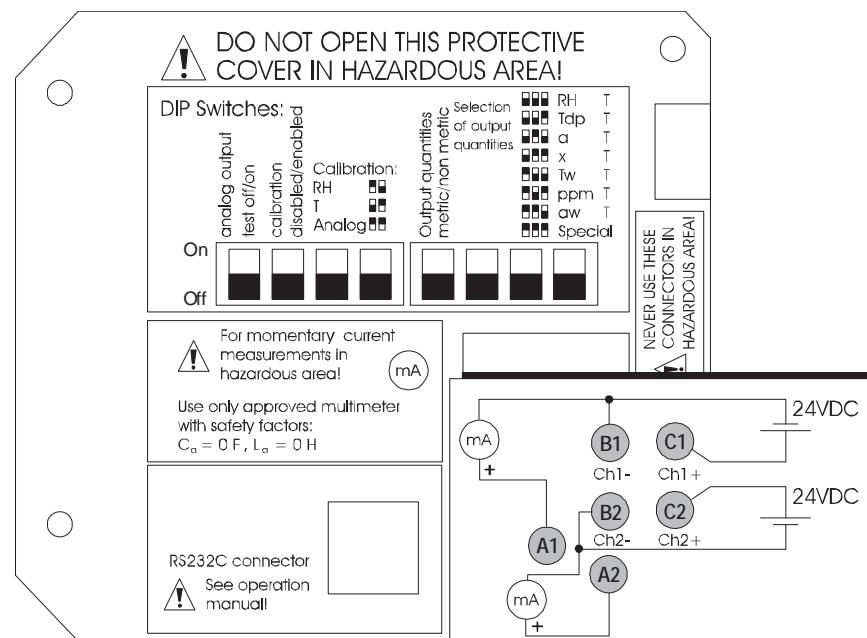

Рис. 25 Подключение источника питания и универсальный измерительный прибор для калибровки
1. Подключите источник питания (12 ... 24 В постоянного тока, при использовании последовательного порта минимальное напряжение питания — 15 В постоянного тока) к клеммам B1 (-) и C1 (+) (Ch 1) с помощью однополюсных вилок с боковыми пружинящими накладками, см. **Рис. 25 на стр. 69**.